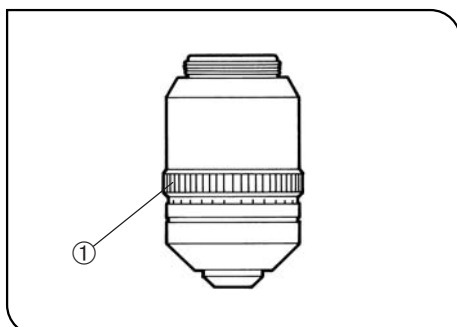

Fig. 37
- Si conoce el grosor del cubreobjetos, ajuste el collar de corrección ① en ese valor. (Fig. 37)
- Si no conoce el grosor del cubreobjetos, ajuste el collar de corrección ① y el mando de ajuste del enfoque alternativamente hasta obtener la posición con la mayor resolución.